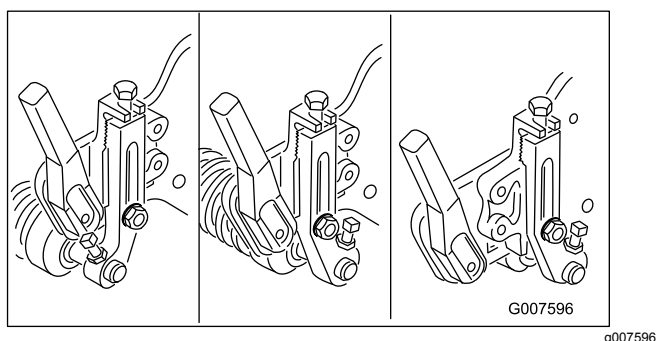

図 52
**注** 芝刈り作業の種類や好みにより、前ローラの取り付け方は、以下の種類から選択します 図 52。